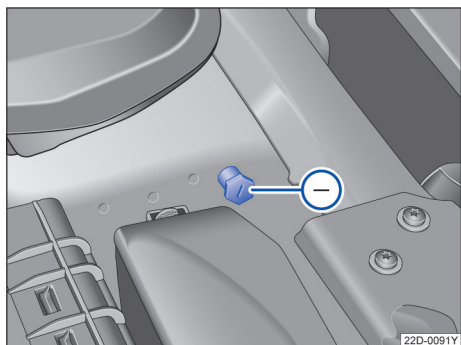

图 137 用于充电器负极连接的接地点
- 将红色电缆的一端连接到无电蓄电池 (A) 的正极 (+) 上。
- 将红色电缆的另一端连接到供电蓄电池 (B) 的正极 (+) 上。
- 将黑色电缆的一端连接到供电蓄电池 (B) 的负极 (-) 上。
- 将黑色电缆的另一端 (X) 连接到无电蓄电池汽车发动机缸体上的螺栓连接金属部件上或发动机舱内的连接点上→图 137，连接点必须尽可能远离无电蓄电池 (A)。
在利用外接电源对车辆蓄电池充电时，请勿将充电器的负极接在蓄电池的负极上，必须连接到发动机壳体上或发动机机舱内的接地点处→图 137。